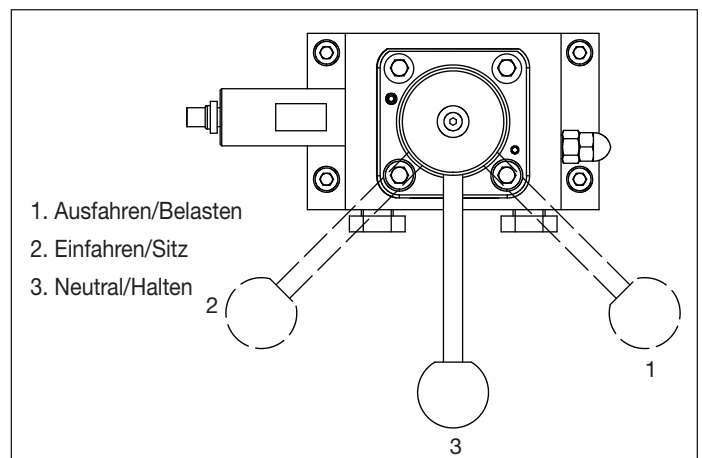

Abbildung 9: Positionen des VM43LPS Steuerventils
- Hebel des Steuerventils auf Position Neutral/Halten einstellen. Für Positionen der Ventilhebel siehe Abbildung 9.